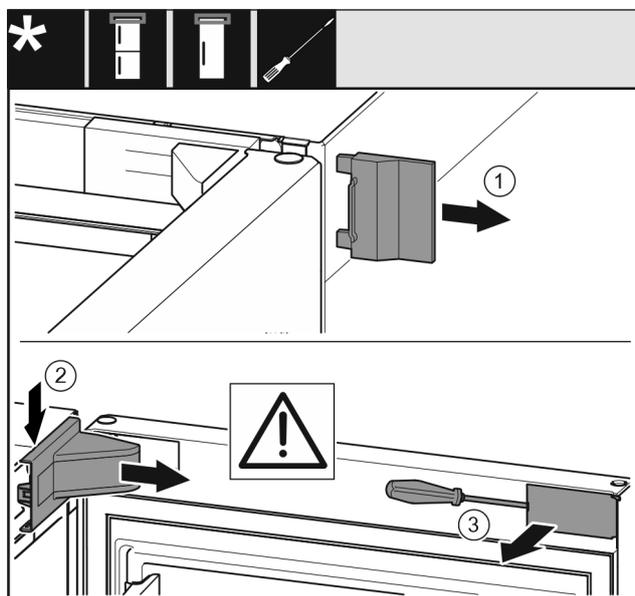

Fig. 15
- ▶ Retirar la cubierta exterior. Fig. 15 (1)
- ▶ Desencastrar y soltar la cubierta del soporte del cojinete. Retirar la cubierta del soporte del cojinete. Fig. 15 (2)
- ▶ Desencastrar el panel con un destornillador plano y girar hacia un lado. Fig. 15 (3)